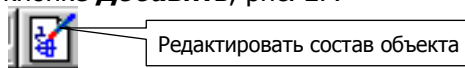

Рис. 26
- Выполните команду **Сервис – Редактировать состав объекта** (можно нажать кнопку **Редактировать состав объекта** на Панели управления, рис. 26).